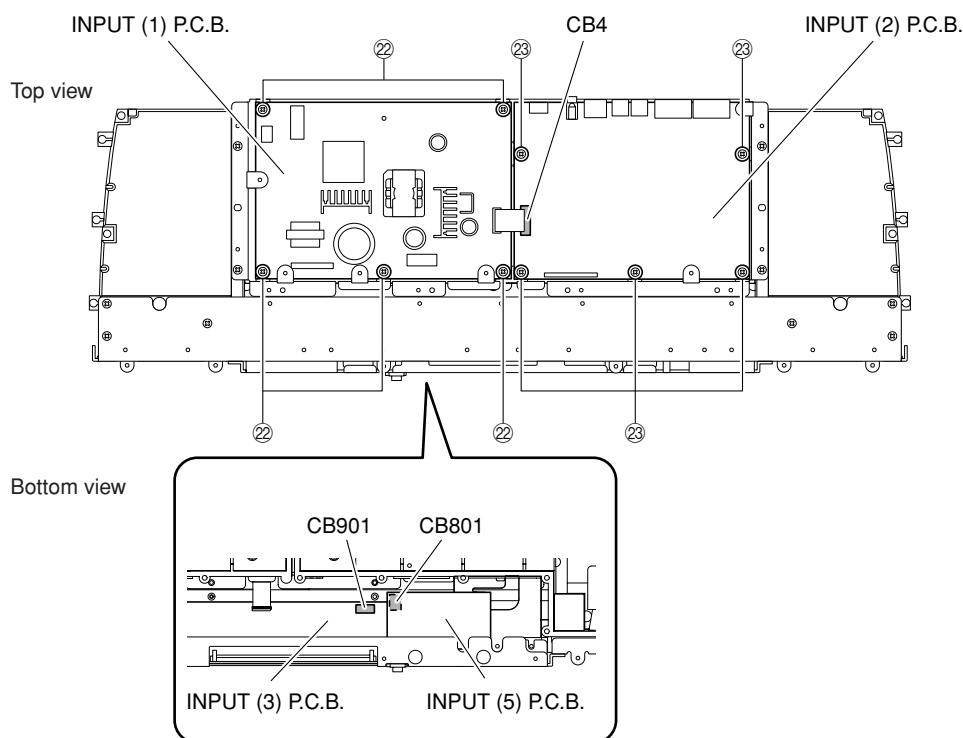

Fig. 6
- Remove CB901. (Fig. 6)
- Remove 5 screws (22). (Fig. 6)
- Remove CB4. (Fig. 6)
- Remove the INPUT (1) P.C.B.. (Fig. 6)
- Remove CB801. (Fig. 6)
- Remove 5 screws (23). (Fig. 6)
- Remove the INPUT (2) P.C.B.. (Fig. 6)
- CB901を外します。(Fig. 6)
- 22のネジ5本を外します。(Fig. 6)
- CB4を外します。(Fig. 6)
- INPUT(1) P.C.B.を取り外します。(Fig. 6)
- CB801を外します。(Fig. 6)
- 23のネジ5本を外します。(Fig. 6)
- INPUT(2) P.C.B.を取り外します。(Fig. 6)